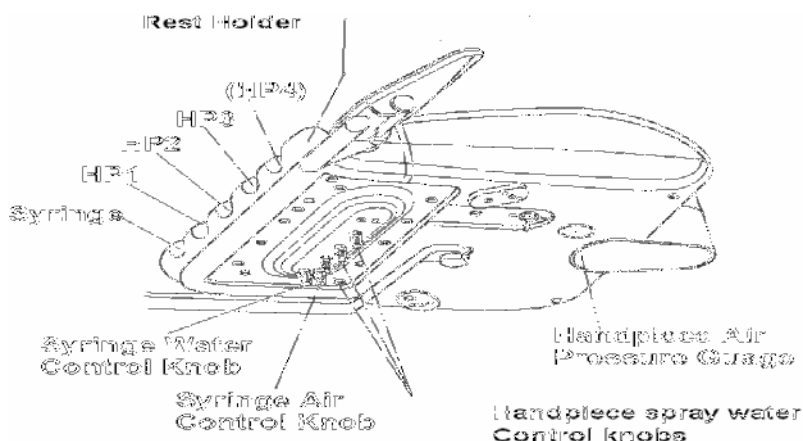

Fig.3-1 1 Doctor Table Section control knobs
C . Boutons de réglage de la seringue (Fig.3-1 1) B
(4) Frein pneumatique du bras de la tablette (Fig.3-1 4)
(1) Clavier de contrôle de l'assistante (Fig.3-1 7)
Les touches du jet de verre, jet de crachoir, de l'éclairage et des programmes du fauteuil sont situés sur le panneau de contrôle de l'assistante. (Se référer à Fig. 3-1. (2) A.B)
(2) Clavier de contrôle du crachoir